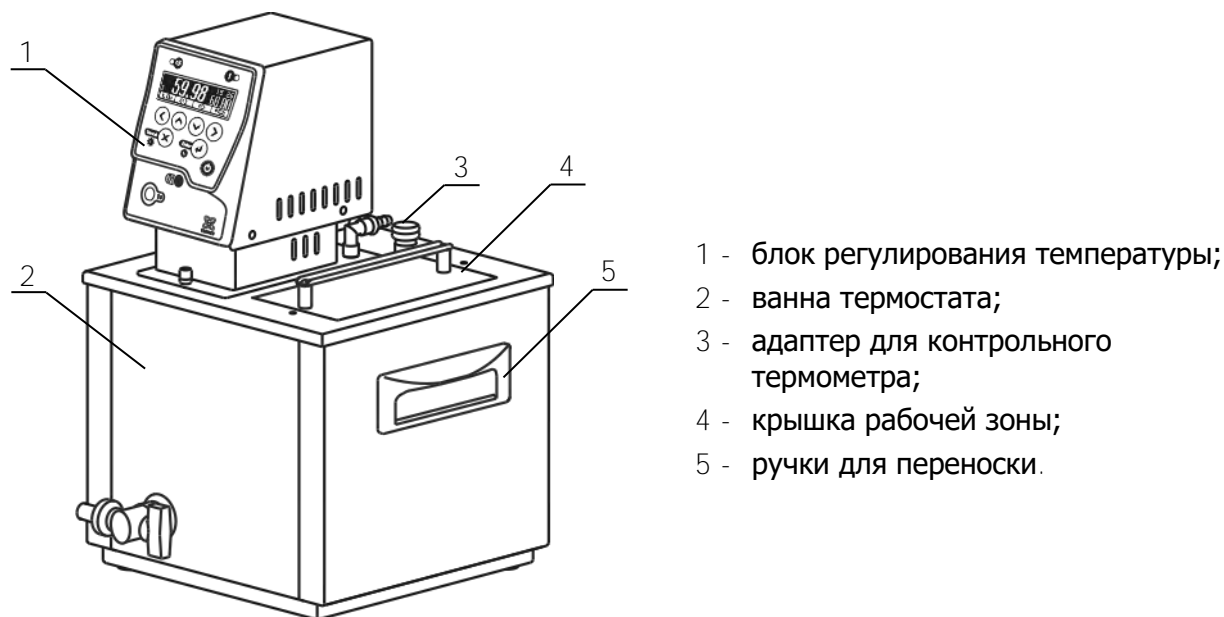

Рисунок 1 — Внешний вид термостата
- использовать крышку 4 (рисунок 1), ограничивающую доступ воздуха к поверхности теплоносителя;